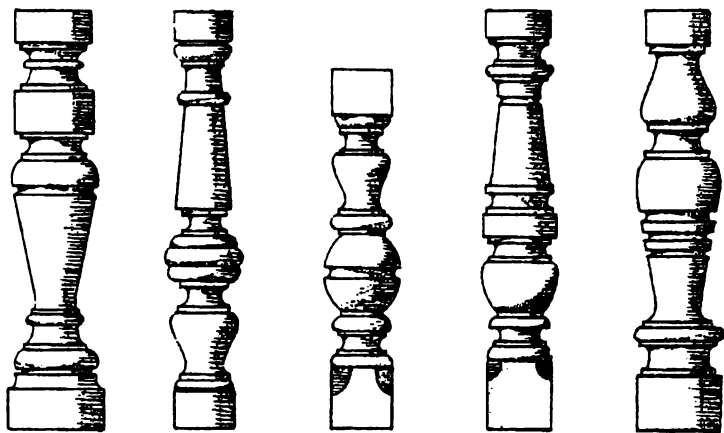

Рис. 18.
- б) Балясины (Рис. 18, 19, 21, 25) или щитовых решеток (Рис. 27-32).